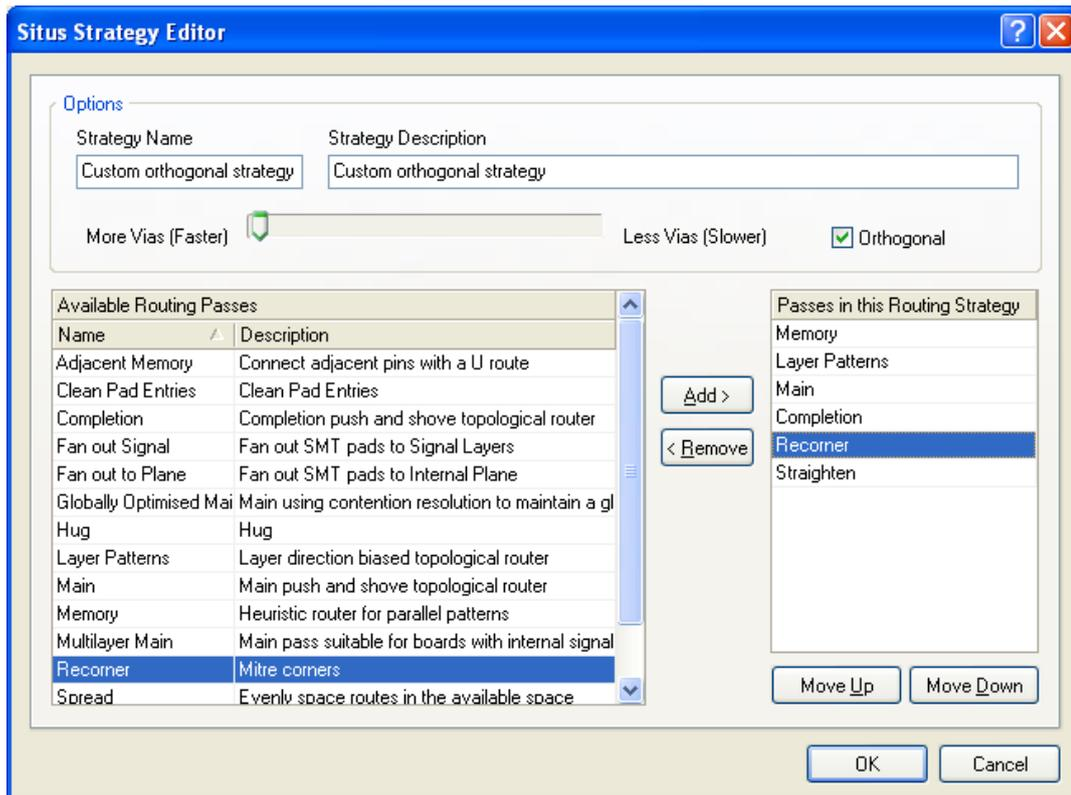

Figure99. 自订制布线对策使用更便宜的过孔和直角的布线
- 5-3. 现在重走这个版子使用你自订的对策，如 **Figure99** 中所示